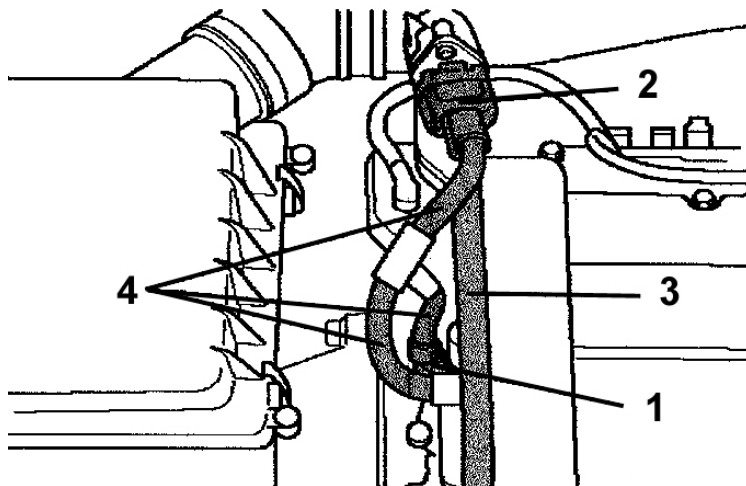

Abb. 1
- Steckerverbindung vom Temperatursensor (s. Abb. 1 Punkt 1) und vom Luftmassenmesser (s. Abb. 1 Punkt 2) abziehen.
- Abdeckung entfernen (s. Abb. 1 Punkt 3).
- Kunststoffummantlung und das Isolierband vom Kabelbaum entfernen (s. Abb. 1 Punkt 4).